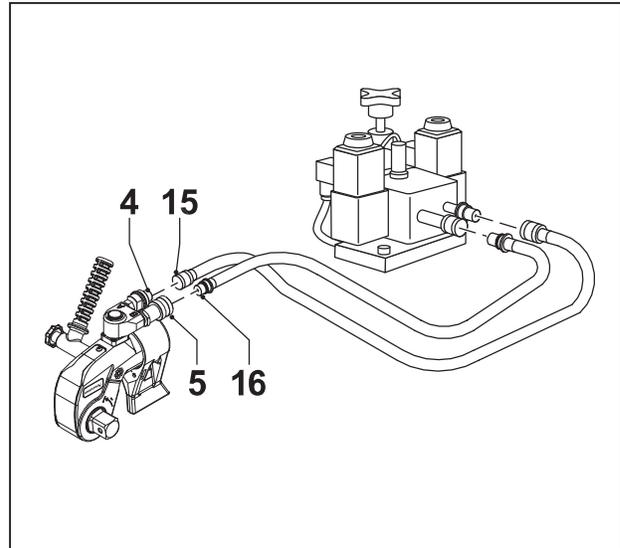

Fig. 7
3.7 Connexion des flexibles (fig. 7)